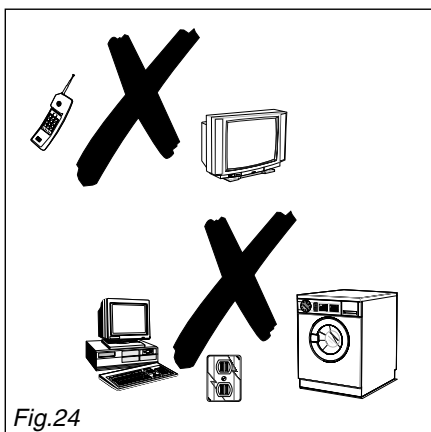

Fig.24
3.4.3 Instructions de montage (fig. 24 à 26)
Ne pas installer le détecteur à infrarouge dans un environnement métallique, électrique ou à proximité d'appareils électroniques dégageant un champ électromagnétique (fig. 24).